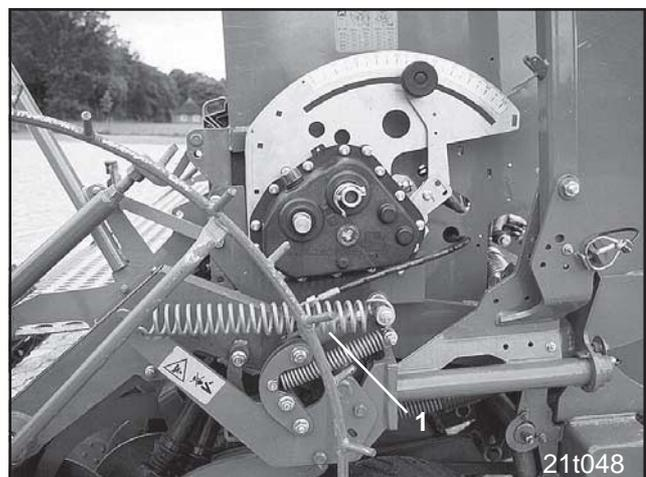

Fig. 4.8
Das Spornrad kann aus der Transportstellung in die Arbeitsstellung und umgekehrt gebracht werden. Die Einstellung kann per Hand oder mit Hilfe eines Hydraulikzylinders (Fig. 4.8/1, Sonderausstattung) vorgenommen werden.
Das Spornrad kann auch mit Hilfe eines Hydraulikzylinders (Fig. 4.8/1, Sonderausstattung) von Transportstellung in Arbeitsstellung gebracht werden.
**Beim Betätigen des Hydraulikzylinders (Fig. 4.8/1) besteht Quetschgefahr!